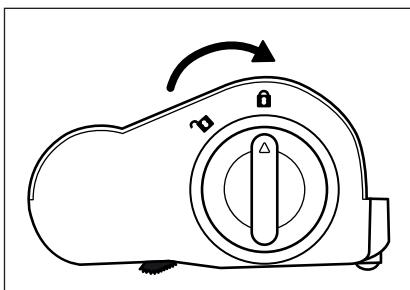

Abb. 29
- 5) Setzen Sie die Bürstenrolle 20 in die Bodenbürste 21 ein und drehen Sie die Bürstenrollenentriegelung 19 in Richtung des Symbols ❶ (schließen) (siehe Abb. 29).